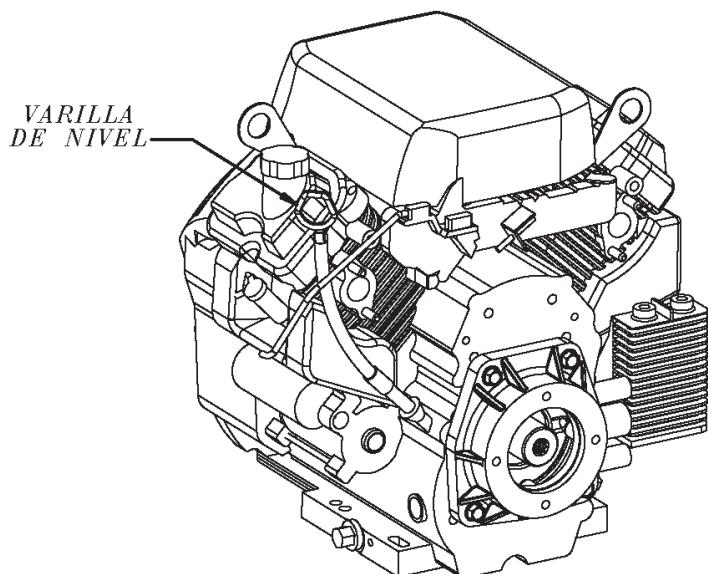

Figura 7. Varilla del nivel de aceite del motor (retiro)
2. Remueva la varilla del nivel de su lugar (figura 7) y límpielas.